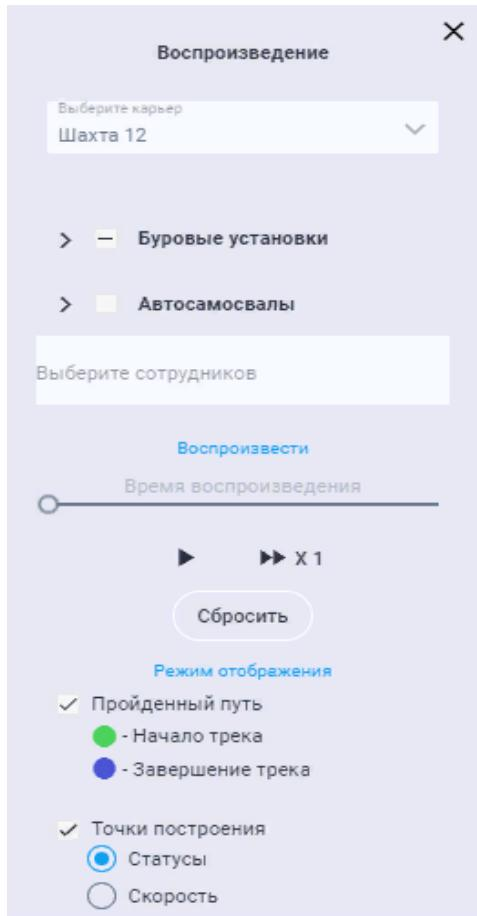

Рисунок 12. Параметры трека.
- Указать временный интервал. Для этого нажимаем на календарик в окне “**время**” (рисунок 12.), в появившемся окне выбираем дату начала трека на календаре и время